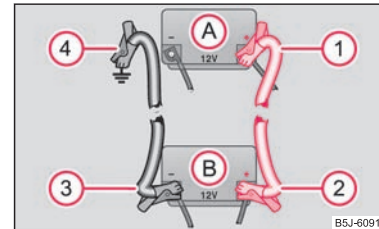

Abb. 154 Starthilfe mit der Batterie eines anderen Fahrzeugs: A – entladene Fahrzeugbatterie, B – stromgebende Batterie
- Befestigen Sie ein Ende ① am Pluspol ⇒ Abb. 154 der entladenen Batterie (A).
- Befestigen Sie das andere Ende ② am Pluspol der stromgebenden Batterie (B).